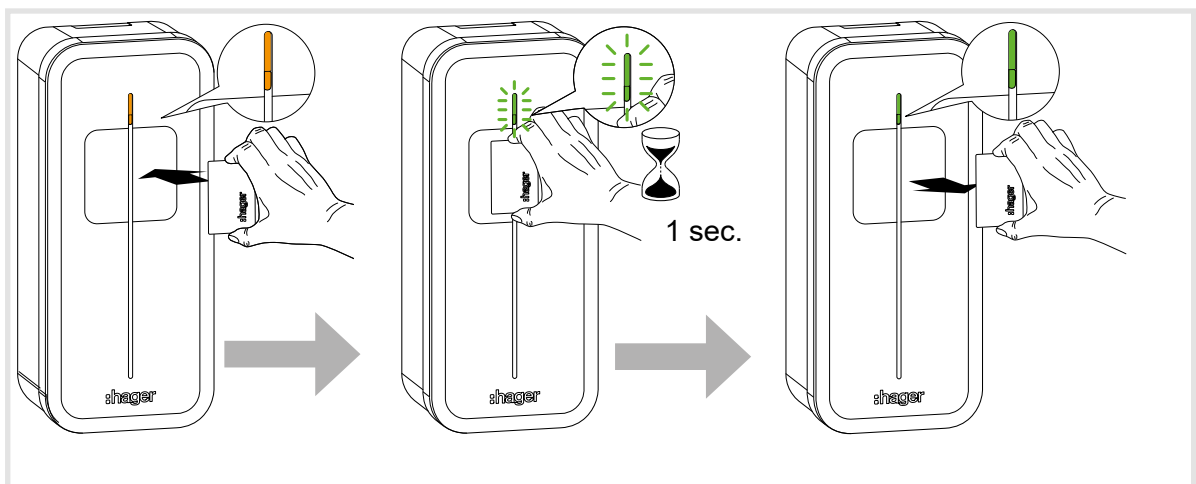

Bild 30: Stand-alone Inbetriebnahme im WiFi-Hotspot Modus
Spannung ist eingeschaltet und die Initialisierungsphase (Bootphase) ist abgeschlossen und die Status-LED auf der Vorderseite des Gerätes blinkt gelb (Bild 30).
- WiFi-Hotspot Aktivierungskarte (im Lieferumfang enthalten) für ca. 1 s an der Vorderseite des Gerätes vorbeiführen (Bild 30).